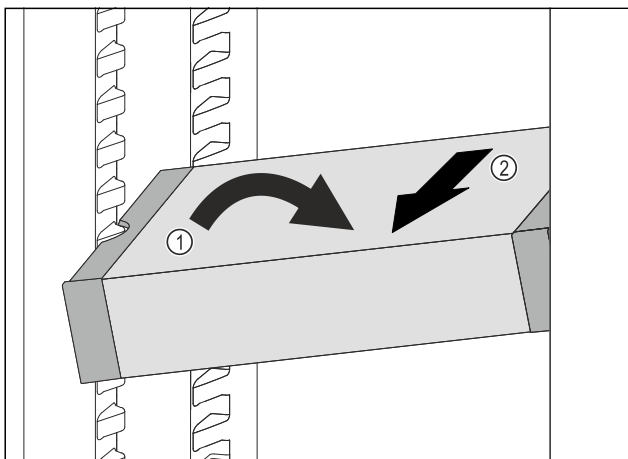

Fig. 68
- VarioSafe im Kühlteil schräg stellen. Fig. 68 (1)
- VarioSafe nach vorne entnehmen. Fig. 68 (2)